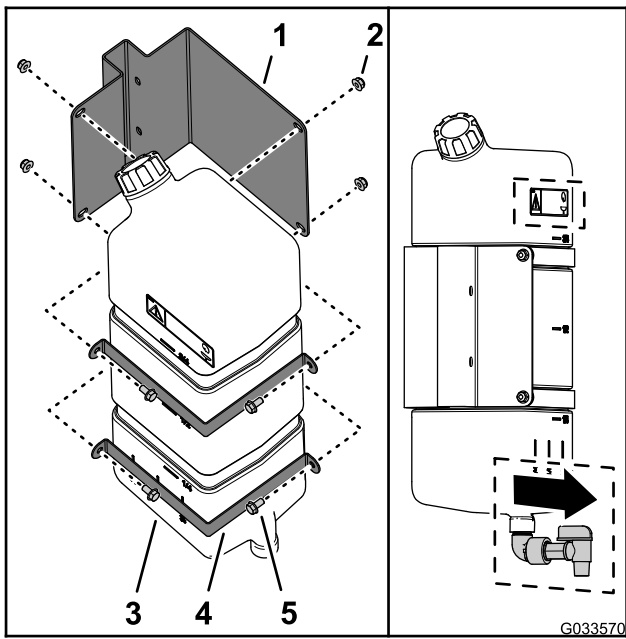

图 45
1. 如图 45 所示使用 2 个固定夹板、4 个凸缘头螺栓 5/16 x 5/8 英寸和 4 个凸缘锁紧螺母 5/16 英寸将清水箱组装到清水箱安装架上。